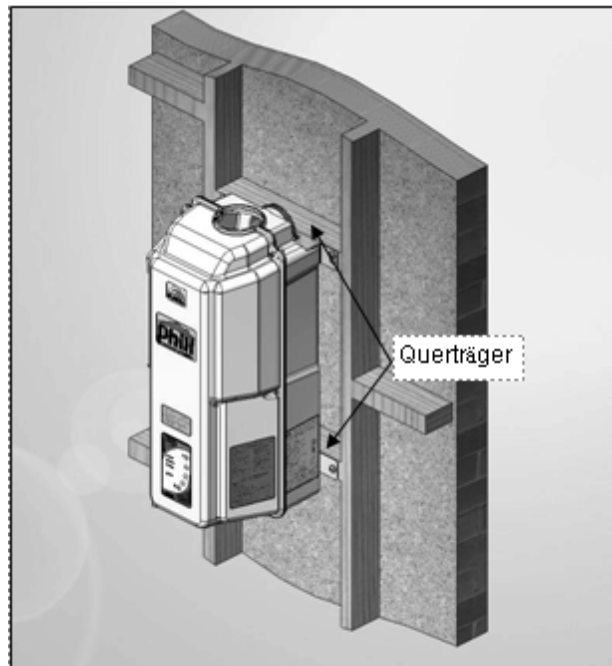

Abbildung 7 Wandbügel auf Querträgern
3. Benutzen Sie geeignete Montagewerkzeuge und Vierkantschrauben zur Befestigung der Bügel an der Montagestruktur (siehe Abbildung 7). Der empfohlene Schraubendurchmesser ist M8 (oder 3/8") X 25 mm (oder 1").